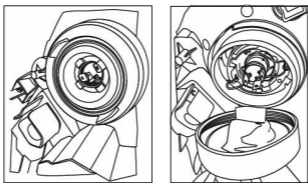

図 2
- 5.1 ライト固定部にガスケットシールと金属ばねまたは類似の装着機構があることを確認します。金属ばねを使用して図2に示すようにバルブを取り付けます。